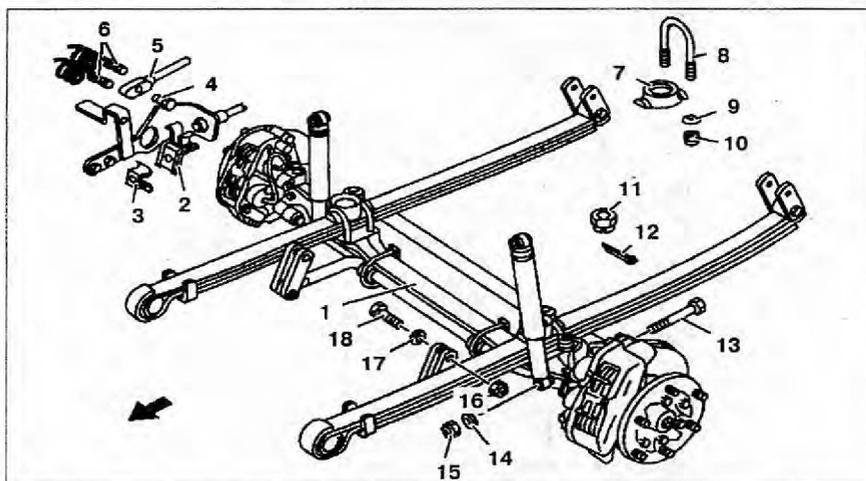

Рис. 5.1. Снятие и установка передней подвески:
2. Отсоедините разъем проводки от индикатора износа тормозной колодки **5** на тормозном суппорте (рис. 5.1).